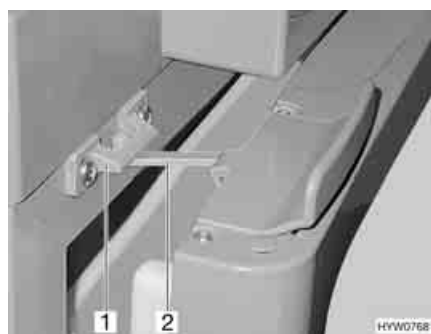

Fig. 206 Porta del frigorifero in posizione di ricircolo d'aria (Thetford)
■ Aprire il bloccaggio (Fig. 206,2) e innestarlo nella sede di bloccaggio (Fig. 206,1). In questo modo la porta del frigorifero rimane ferma in posizione socchiusa.